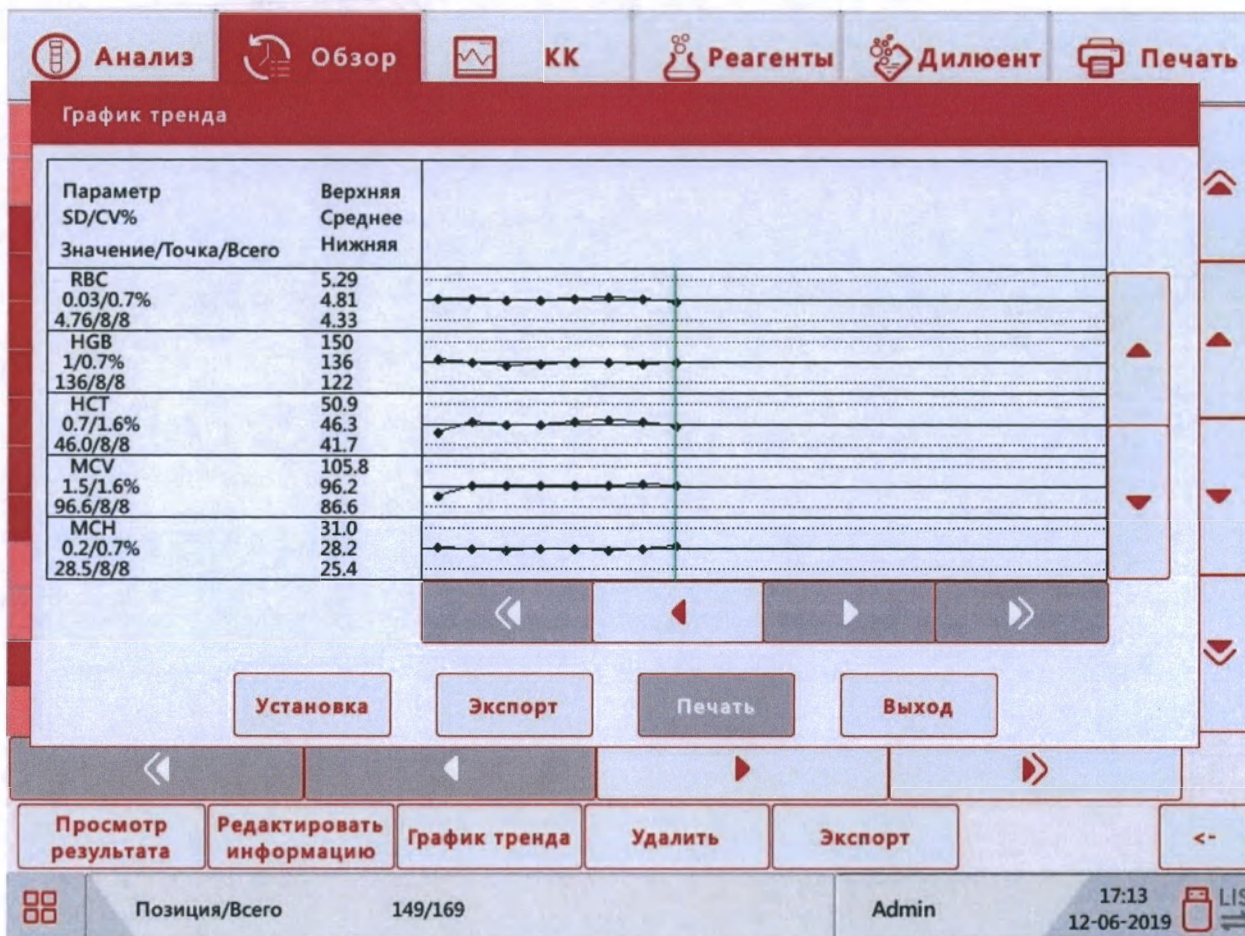

Рис.6.2-11 График тренда результатов параметров одной пробы
- 2) Нажмите кнопку «График тренда», и на экране появится следующее окно (Рис.6.2-11).